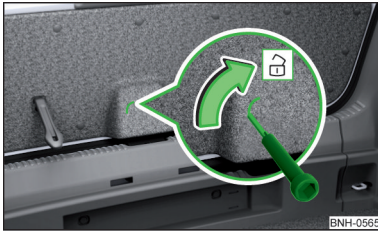

Abb. 179
- › In die Aussparung in der Verkleidung » Abb. 179 einen Schraubendreher oder ein ähnliches Werkzeug bis zum Anschlag einführen.